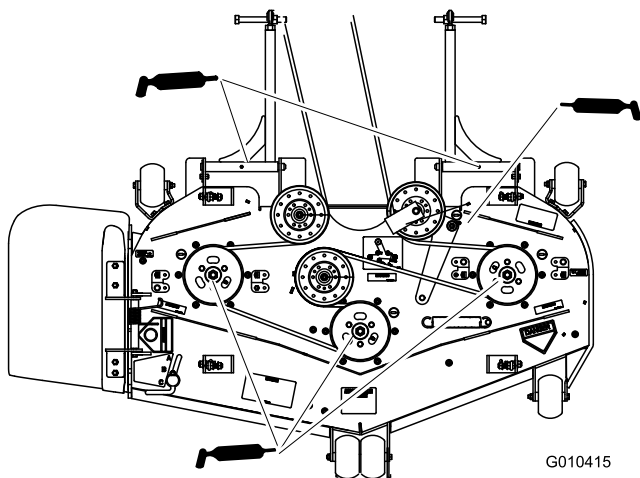

Bild 40
6. Fetten Sie die drei Spindellager ein, bis das Fett aus den unteren Dichtungen austritt (Bild 40).
7. Schmieren Sie den Spannarm des Mähwerks (Bild 40).
8. Fetten Sie die Nippel an den Schubarmen ein (Bild 40).